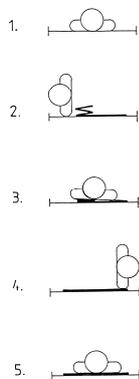

Abb. 4
- Patienten wieder in die Rückenlage bringen (Abb.4).